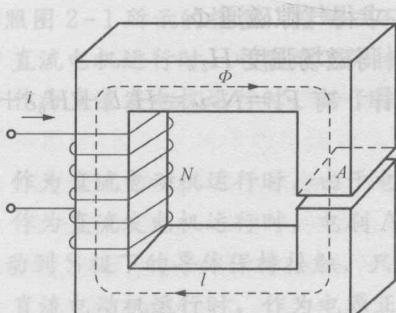

图 1-9
4. 若在上题的磁路中, 开一个长度 $\delta=5 \times 10^{-4}$ m 的气隙, 已知铁芯截面积 $A=9 \times 10^{-4}$ m², 如图 1-9 所示。问铁芯中激励 1T 的磁通密度时, 所需的励磁磁动势和励磁电流为多少?